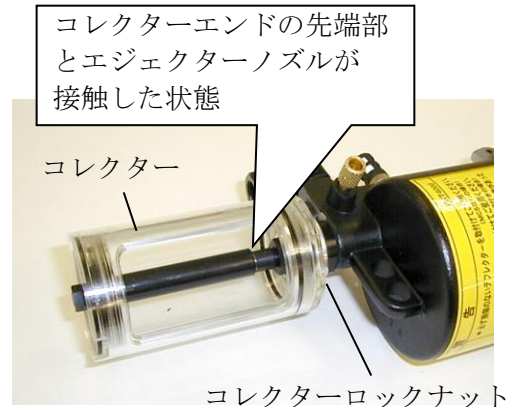

図11-6
③ エジェクタノズルの位置がずれないように注意しながら、12mmスパナでロックナットをしっかりと締め込んでください。
(5) コレクターロックナットとコレクターを組み付けてください。
- ①一旦、コレクターロックナットをMCSジョイントの奥までねじ込んでください。
- ②コレクターをMCSジョイントにねじ込んでください。このとき、コレクターエンドの先端部とエジェクタノズルが接触する状態にしてください。(図11-6)
- ③コレクターエンドの先端部とエジェクタノズルが接触した状態で、コレクターロックナットとコレクターを、モンキレンチなどを使用して、互いに締めつけしっかりと固定してください。